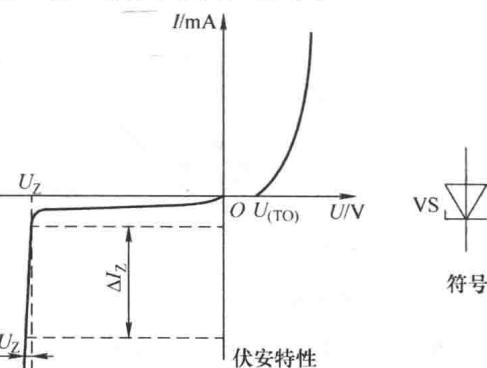

图 1-18 稳压二极管的伏安特性和符号
1) 稳压管的伏安特性和符号 图 1-18 所示为稳压管的伏安特性和符号。
① 稳定电压 U_Z 它是指当稳压管中的电流为规定值时，稳压管在其两端产生的稳定电压值。
② 稳定电流 I_Z 它是指稳压管工作在稳压状态时，稳压管中流过的电流，有最小稳定电流 $I_{Z\min}$ 和最大稳定电流 $I_{Z\max}$ 之分。
③ 耗散功率 P_M 它是指稳压管正常工作时，管子上允许的最大耗散功率。